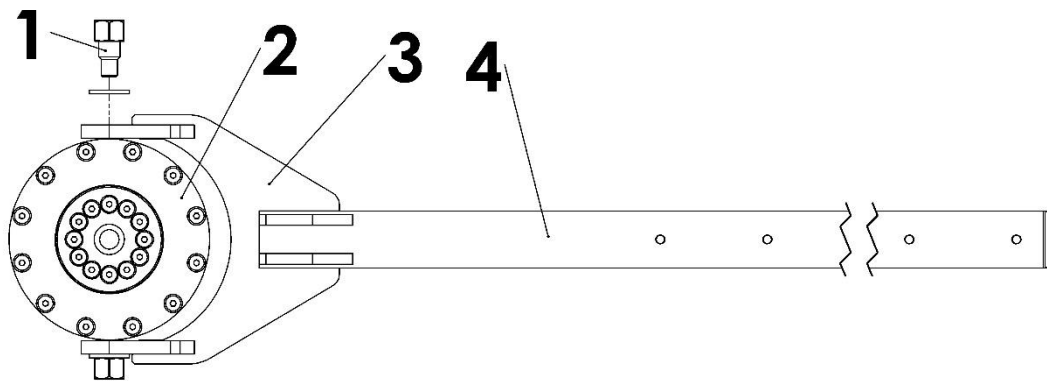

Abbildung 24: Fixierungslager und Radnaben-Stange
2. Fixierungslager wie in Abbildung 24 in Position bringen.